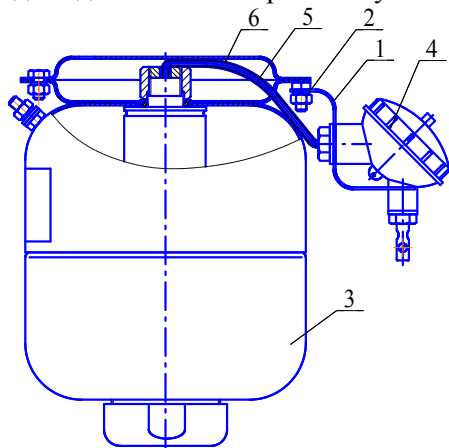
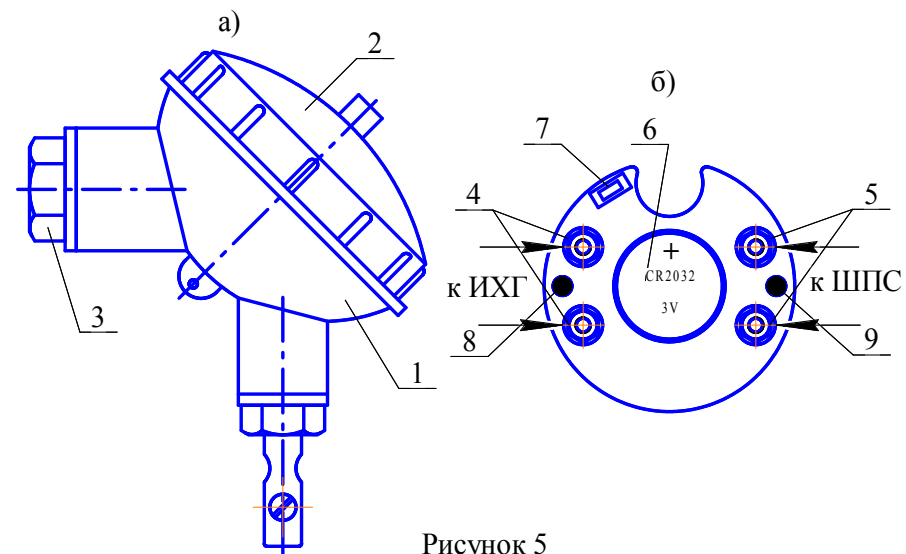

Рисунок 3
Рисунок 5
4.3.1.1 На кронштейне 1, закрепленном гайкой 2 на корпусе МПП 3 (см. рисунок 3), установлен электронный узел запуска (устройство пусковое температурное) 4. Вывода 5 элемента электропускового ИХГ, вставленные в трубку ПВХ 6, через гермоввод соединены с электронным узлом запуска 4.
6.4.2 Гайкой 2 (см. рисунок 3) закрепить на корпусе МПП кронштейн 1.
6.4.3 С корпуса 1 электронного узла запуска (см. рисунок 5) открутить крышку 2 и винт 3. Через отверстия винта 3, кронштейна 1 (см. рисунок 3) в гермоввод электронного узла запуска ввести провода элемента электропускового ИХГ и при необходимости ШПС. Винтом 3 согласно рисунку 3 закрепить на кронштейне электронный узел запуска.